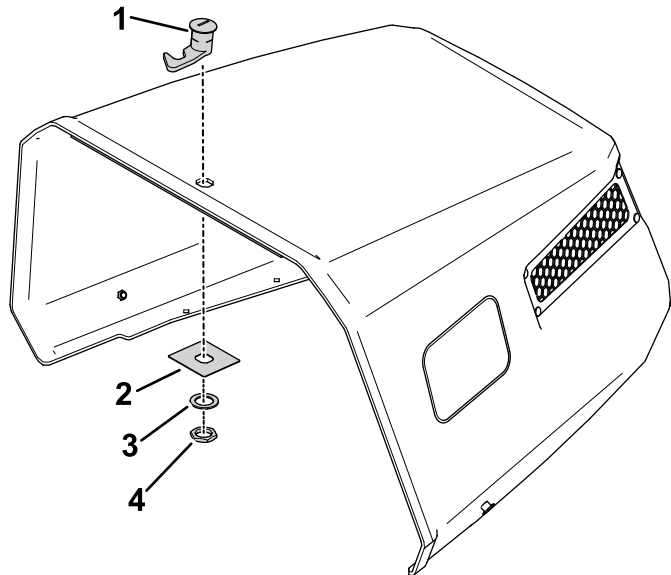

Figur 51
2. Bruk låsebraketten som mal, og merk og bor to hull ($\frac{3}{16}$ tommes bor) inn i et sentrert område på batteridekselet (Figur 51).